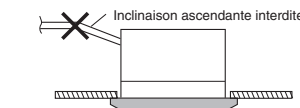

Fig. 3-28
- N'installez pas le tube avec une inclinaison ascendante par rapport à l'orifice de connexion. Ceci entraînerait un retour de l'eau de vidange et une fuite lorsque l'unité est arrêtée. (Fig. 3-28)